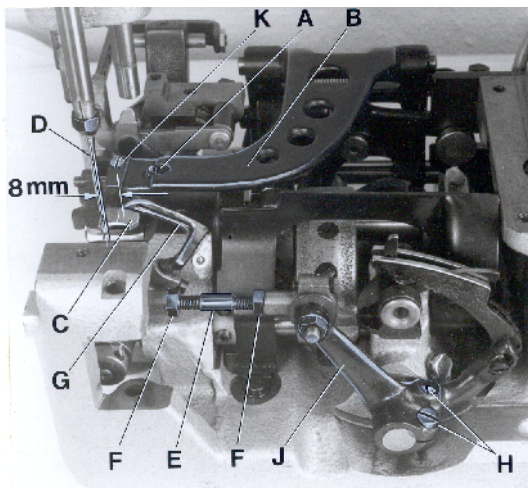
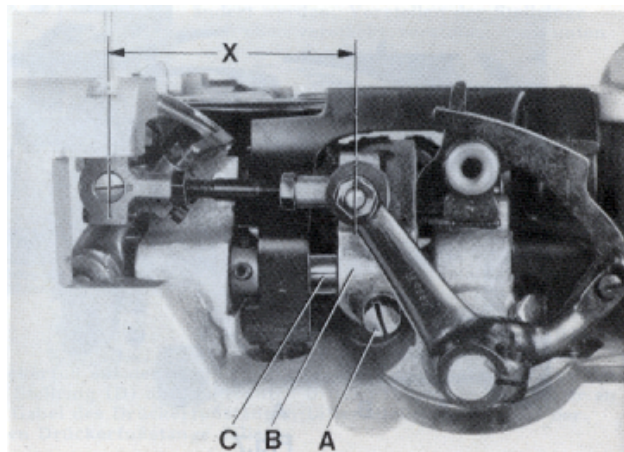
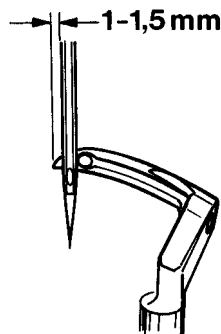
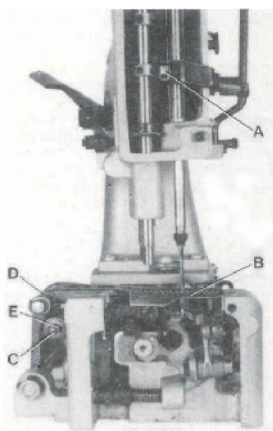

Fig. 3
Fig. 4
Fig. 5
Fig. 6
Remove the presser foot, throat plate and feed dog and on styles 80800H and HA also the needle guard for convenient access to the machine. On styles 80800C, D and E loosen the screw (A, Fig. 3) in the feed bar (B) and push the feed bar needle guard (C) to the rear to avoid its contacting the needle (D).
For the two thread double locked stitch styles 80800C, E, H and HA, set the looper connecting rod (E) so the distance (X, Fig. 4) between the center lines of the two ball joints is 69,8 mm (2 3/4"). The dimension (X, Fig. 4) should be 68,3 mm (2 11/16) on the single thread chain stitch style 80800D. For adjustment loosen the two nuts (F, Fig. 3) and turn connecting rod (E) forward or backward as required to obtain specified dimension, retighten nuts (F).
Rotate the machine pulley in operating direction so that the looper moves from right to left. The looper point should pass as close as possible to the back of the needle without contacting 0.08 to 0.13 mm (.003 to .005") clearance. For adjustment loosen screws (A, Fig. 4) in the looper eccentric fork (B) and turn looper rocker shaft (C) on the looper rocker forward or backward as required. Retighten screw (A).
Zur bequemeren Einstellung entfernen Sie Drückfuß, Stichplatte und Transporteur und bei den Maschinen 80800H und HA auch den Nadelanschlag. Lösen Sie bei den Maschinen 80800C, D und E die Schraube (A, Fig. 3) im Transporteurträger (B) und drücken Sie den Nadelanschlag nach hinten, damit er die Nadel (D) nicht berühren kann.
Bei den Zweifaden-Doppelkettenstichmaschinen Typen 80800C, E, H und HA muß die Greiferverbindungsstange (E) so eingestellt sein, daß der Abstand (X, Fig. 4) von der Mitte zu Mitte Kugelgelenk 69,8 mm beträgt. Bei der Einfaden-Einfachkettenstichmaschine Typ 80800D beträgt der Abstand (X, Fig. 4) 68,3 mm. Zum Einstellen lösen Sie die beiden Muttern (F, Fig. 3) und drehen die Verbindungsstange (E) vor oder zurück bis der erforderliche Abstand erreicht ist. Ziehen Sie die Muttern (F) wieder an.
Drehen Sie die Riemenscheibe in Nährichtung so, daß sich der Greifer von rechts nach links bewegt. Die Greiferspitze soll so dicht wie möglich hinter der Nadel vorbeigehen, ohne diese zu berühren (0,08 bis 0,13 mm Abstand). Zur Einstellung lösen Sie die Schraube (A, Fig. 4) in der Greiferezzentergabel (B) und schwenken die Greiferhebelwelle (C) am Greiferhebel mit Greifer nach Bedarf vor oder zurück. Ziehen Sie die Schraube (A) wieder an.
Remove the face cover on machine arm. Rotate machine pulley in operating direction until the looper point, moving to the left, projects 1 to 1.5 mm (.040" to .060") left of the needle (see Fig. 5). Lower edge of looper and upper edge of needle eye must be flush in this position. If adjustment is necessary, loosen clamp screw (A, Fig. 6) in the needle bar connection and move the needle bar up or down, as required. Retighten screw (A) and remount face cover.
At highest point of feed dog travel, the feed dog (B, Fig. 6) should be set so, that the rear teeth project their full depth above the throat plate surface. For setting remove the feed dog and adjust the supporting screw (K, Fig. 3) on the top of the feed bar to the required height. Remount the feed dog, and on styles 80800H and HA also the needle guard.
On styles 80800C, D and E stud (C, Fig. 6) for changing the stitch length is accessible from the outside. On styles 80800H and HA the housing for the tape cutter and the rear cloth plate have to be removed for changing the stitch length.
The length of the stitch can be adjusted by raising or lowering the stud (C, Fig. 6) in the segment slot of the feed rocker (D). Lowering stud (C) will lengthen the stitch. After loosening nut (E), stud (C) can be moved accordingly. When the desired stitch length is obtained, retighten nut (E). Remount housing for cutter and rear cloth plate on styles 80800H and HA.
The needle guard (C, Fig. 3) has to be set so, that it just contacts the needle at its most forward point of travel, without deflecting it.
On styles 80800C, D and E loosen screw (A, Fig. 3) in the feed bar (B) and adjust the needle guard (C) accordingly. Retighten screw (A).
Entfernen Sie den Stirndeckel am Maschinenarm. Drehen Sie die Riemenscheibe in Maschinenrichtung bis die sich nach links bewegende Greiferspitze 1 bis 1,5 mm links der Nadel steht (siehe Fig. 5). In dieser Stellung müssen Unter- und Oberkante Nadelöhr bündig sein. Ist eine Einstellung notwendig, lösen Sie die Klemmschraube (A, Fig. 6) im Nadelstangenmitnehmer und schieben die Nadelstange (B), je nach Bedarf, nach oben oder unten. Ziehen Sie die Schraube (A) wieder an und montieren Sie den Stirndeckel.
Im höchsten Punkt der Transporteurbewegung sollen die hinteren Zähne des Transporteurs (B, Fig. 6) eine volle Zahnhöhe über die Stichplattenoberfläche hinausragen. Zur Einstellung entfernen Sie den Transporteur und stellen die Stützscharbe (K, Fig. 3) oben im Transporteurträger auf die entsprechende Höhe. Montieren Sie den Transporteur wieder, bei den Maschinen 80800H und HA auch den Nadelanschlag.
Bei den Maschinen 80800C, D und E ist der Bolzen (C, Fig. 6) zum Einstellen der Stichelänge von außen zugänglich. Bei den Maschinen 80800H und HA muß zum Einstellen der Stichelänge das Gehäuse für den Bandabschneider und die hintere Stoffplatte entfernt werden.
Die Stichelänge kann durch höher- oder tieferstellen des Bolzens (C, Fig. 6) in der Nut des Transportrahmens (D) verändert werden. Tieferstellen des Bolzens (C) verlängert den Stich, höherstellen verkürzt ihn. Nach Lösen der Mutter (E) läßt sich der Bolzen (C) entsprechend verschieben. Wenn die gewünschte Stichelänge eingestellt ist, ziehen Sie die Mutter (E) wieder an. Montieren Sie bei den Maschinen 80800H und HA das Gehäuse für den Abschneider und die hintere Stoffplatte wieder.
Der Nadelanschlag (C, Fig. 3) muß so eingestellt sein, daß er in der vordersten Stellung seiner Bewegung gerade die Nadel berührt, aber nicht ablenkt.
Zur Einstellung lösen Sie bei den Maschinen 80800C, D und E die Schraube (A, Fig. 3) im Transporteurträger (B), und stellen den Nadelanschlag (C) entsprechend ein. Ziehen Sie die Schraube (A) wieder an.